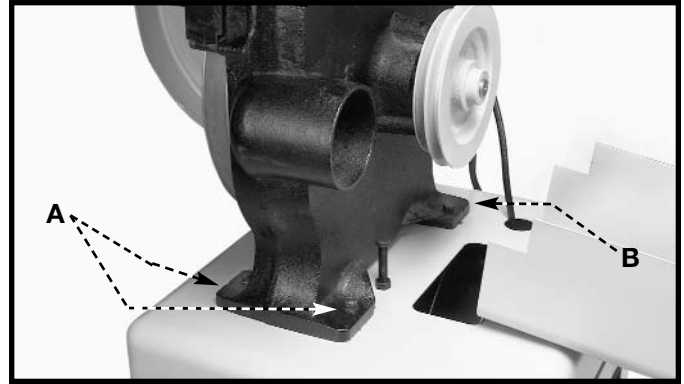

Fig. 17
1. Coloque la sierra de cinta en la parte superior de la base de soporte de la manera que se muestra en la Fig. 17.